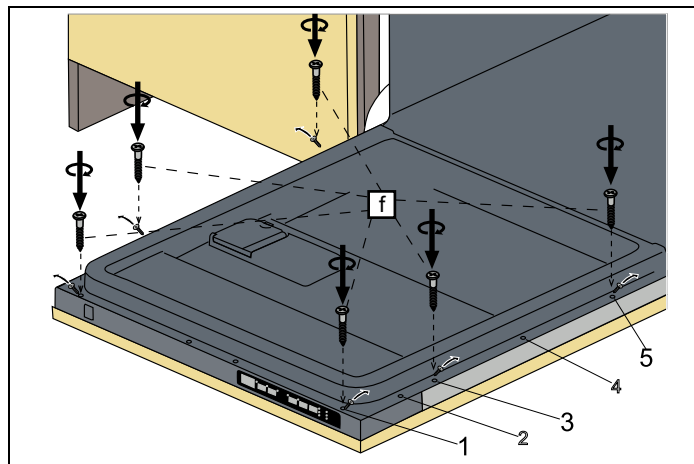

Fig. 27
- 6) Los tornillos situados en la puerta de madera se ajustan al lavavajillas en las descargas situadas en la lámina exterior de la puerta y se montan como se muestra en Fig. 27 .
- 7) Como se muestra en Fig. 27 , se instalan los tornillos $\varnothing$ 5/32" x 53/32" ($\varnothing$ 4 mm x 42,5 mm) en las posiciones I, III y V.